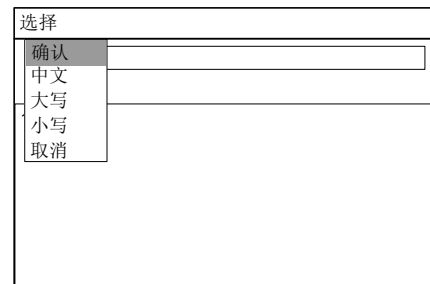

图 24-5
4. 修改/输入完成后，先按“菜单”键（图 24-5），选择“确认”，再按“OK”键，系统进行编译，成功则屏幕显示“逻辑关系编译成功”。不成功则屏幕提示错误信息。如果不想保存此次修改，选择“取消”，再按“OK”键退出即可。